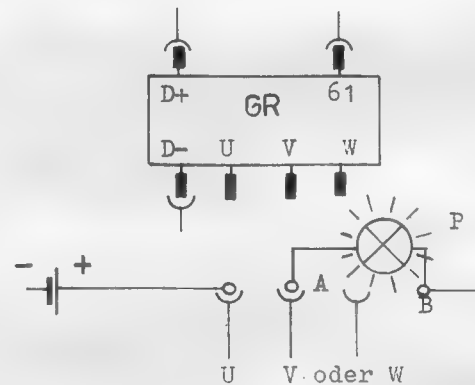

Bild 60
- A mit V oder W verbinden und B an Masse legen (siehe Bild 60).